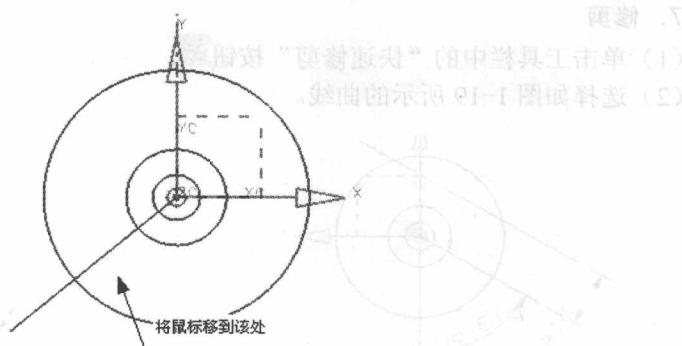

图 1-13 鼠标位置
- (1) 单击工具栏中的“自动判断的尺寸”按钮旁的箭头，然后选择“角度”按钮。
- (2) 选择如图 1-13 所示的直线和虚线。